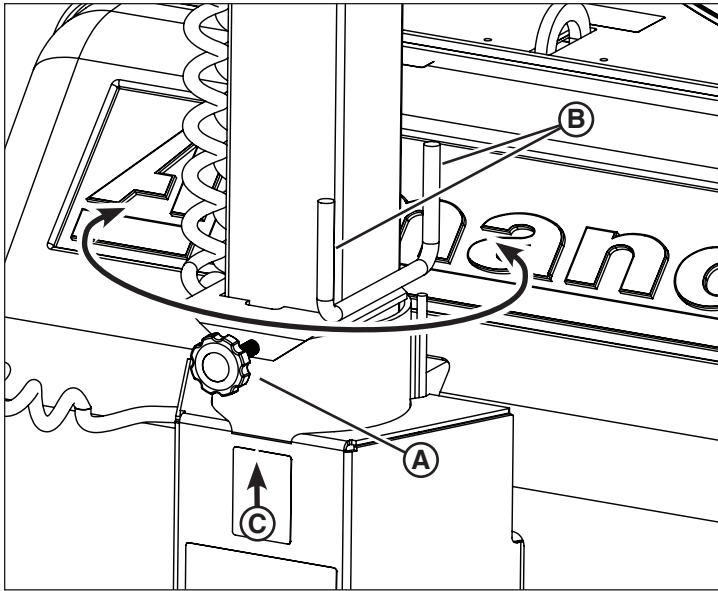

Figura 17
2. Suelte la perilla de bloqueo de la torre de iluminación (A, Figura 17).
3. Con las manillas (B, Figura 17), gire la torre de iluminación en la dirección deseada.
5. Una vez terminadas las operaciones de iluminación, gire la torre de iluminación a la posición de transporte: Alinee la perilla de bloqueo de la torre de iluminación con el centro de la parte delantera de la base de la torre de iluminación (C, Figura 17). Asegúrese de apretar firmemente la perilla de bloqueo de la torre de iluminación.